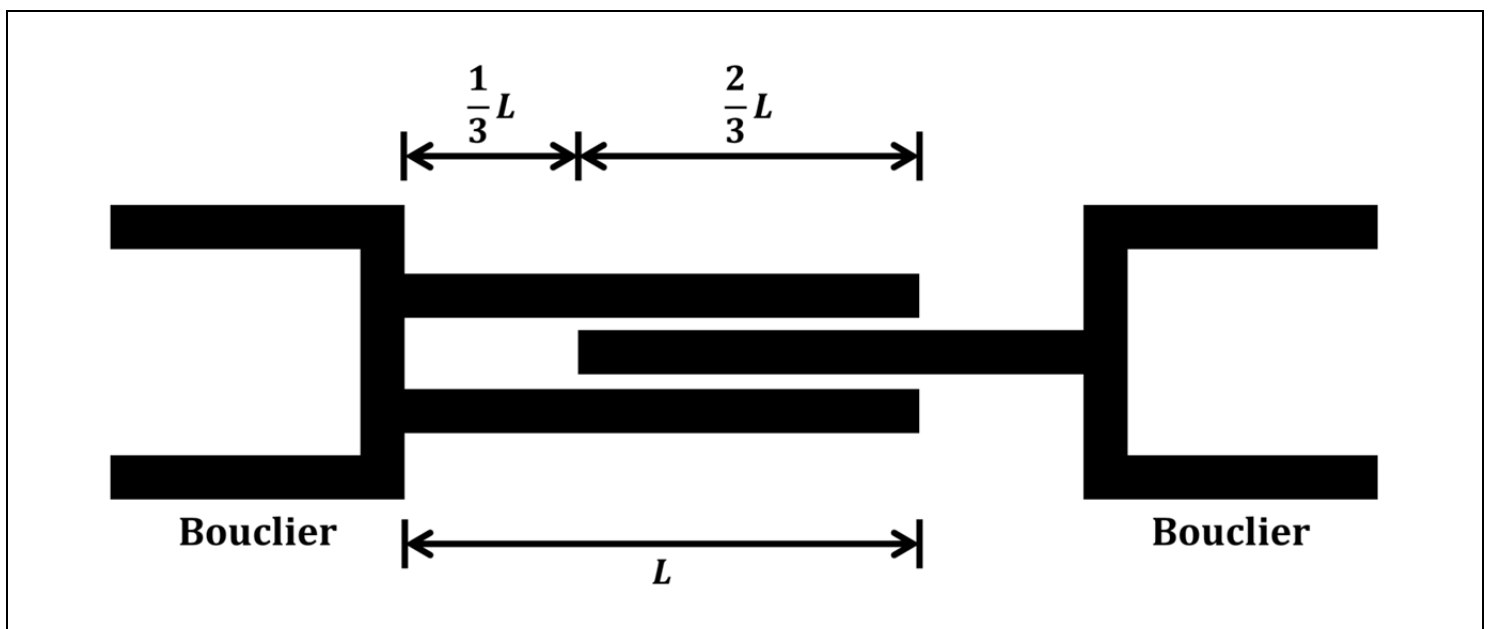
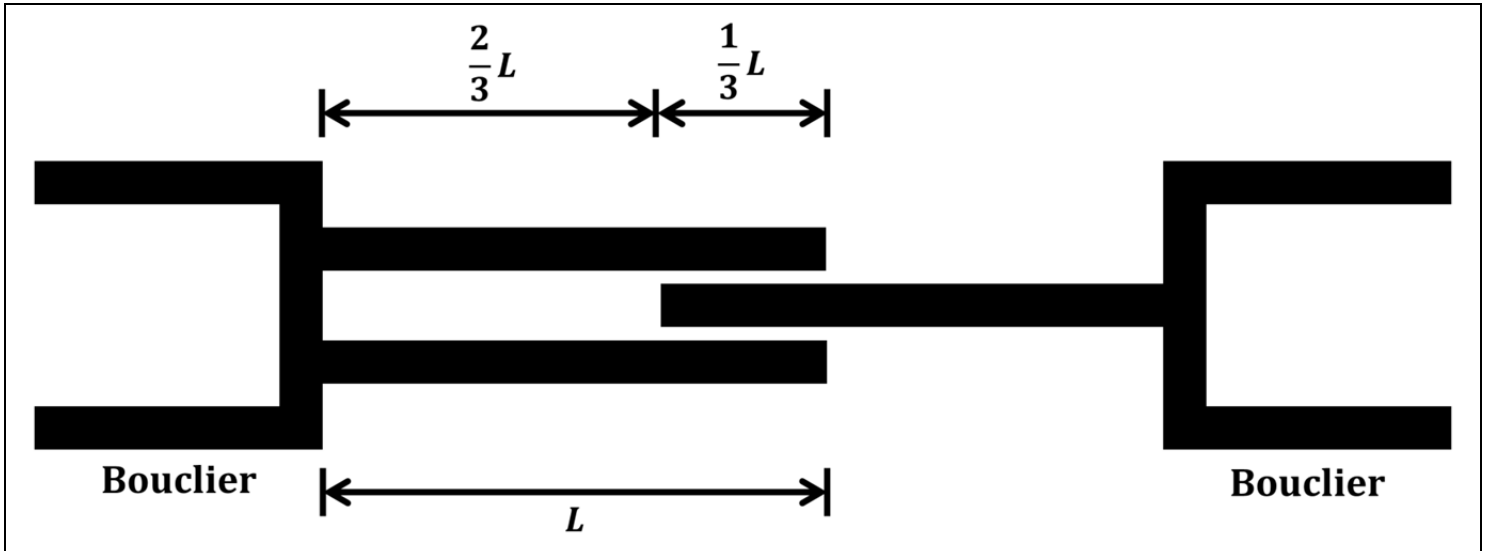

Figure 4. Recouvrement Recommandé du Cylindre
Figure 5. Recouvrement Minimum du Cylindre
3. Pour utiliser l'axe de transmission, il est important de vérifier la longueur de recouvrement des deux cylindres. La longueur recommandée de recouvrement est deux tiers du cylindre. La longueur minimale de recouvrement autorisée pour que le fonctionnement s'effectue en toute sécurité est un tiers du cylindre. Pour en savoir plus, veuillez vous reporter à la Figure 4 et la Figure 5, ci-dessous.